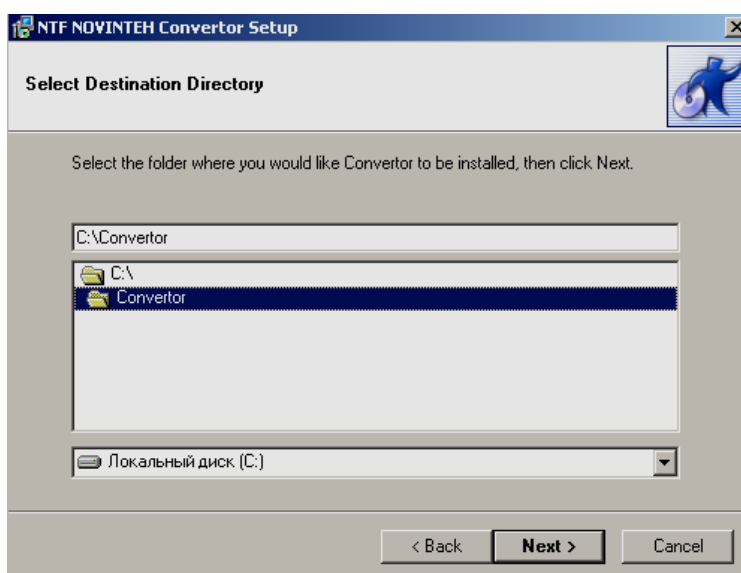

Рисунок 2
- 1.3 Выбрать папку установки - «Convertor» (рисунок 2).